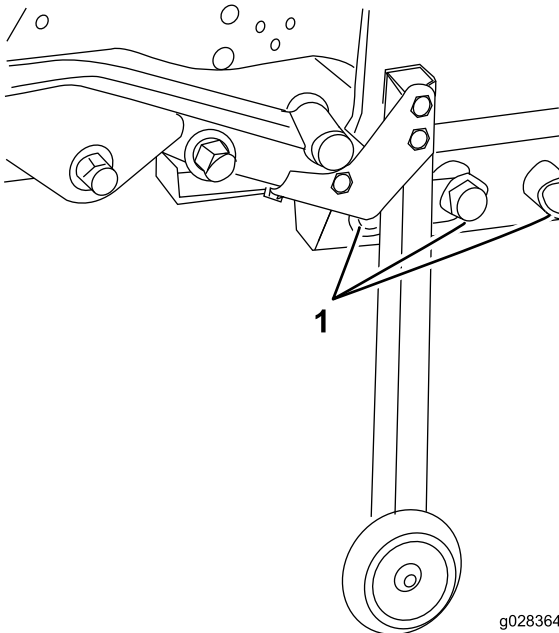
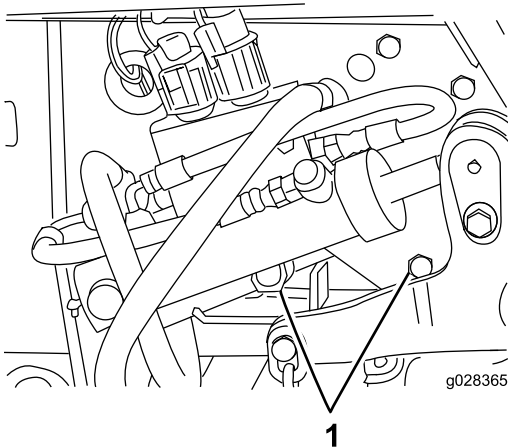

図 38
図 39
15. デッキフレームを後フレームに固定しているボルト 3/4 インチ、ワッシャ、ナット 左側に3組、右側に2組 を外す 図 38 と 図 39。